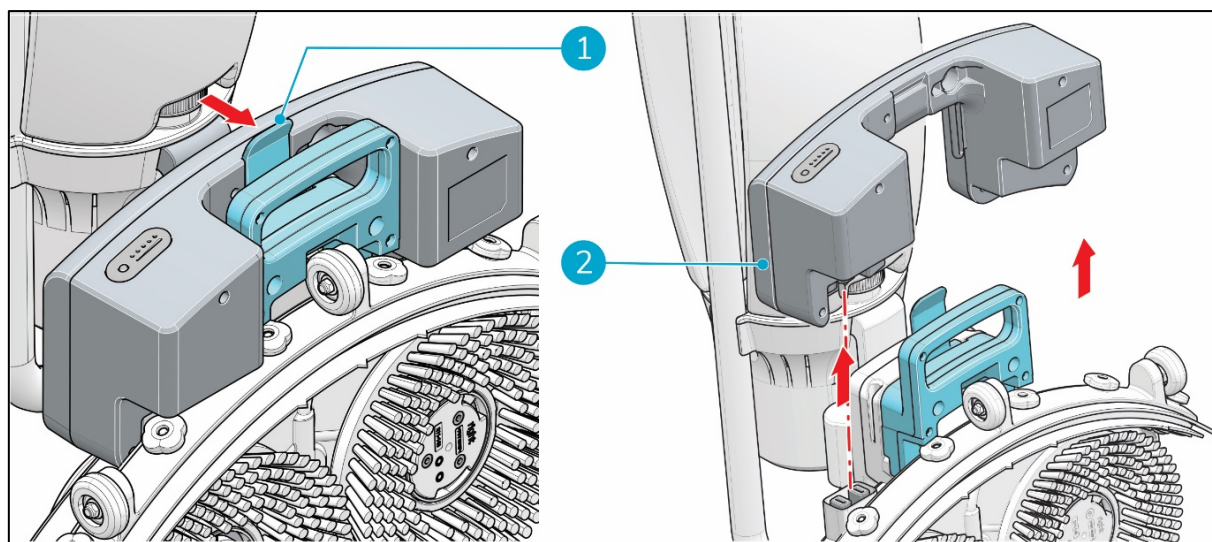

Figura 23
3. Presiona el clip de retención hacia adentro (Figura 23, pos 1) y extrae la batería al mismo tiempo (Figura 23, pos 2).